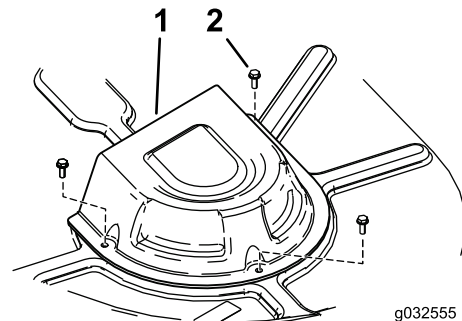

Figure 46
4. Sur les machines à tablier de coupe de 107 cm (42 po), déposez les couvercles de poulie (Figure 46).